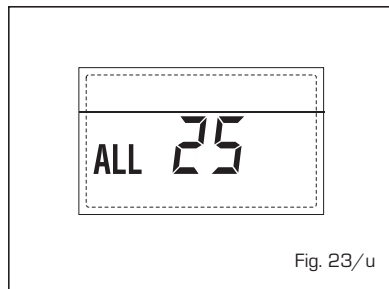

Fig. 23/u
- S3 SOLAR PROBE BREAKDOWN ANOMALY "ALL 26" (fig. 23/v)